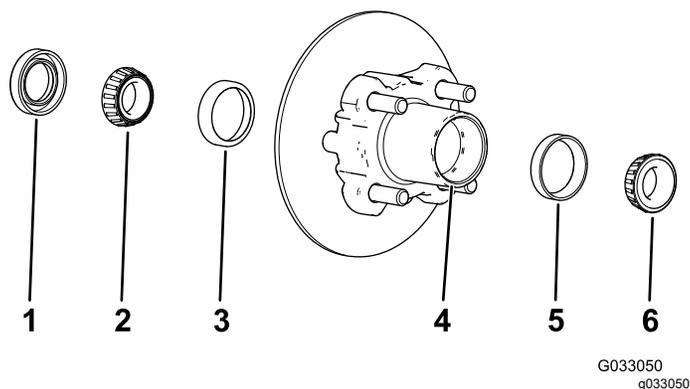

Рисунок 25
1. Снимите наружный подшипник и кольцо подшипника со ступицы (Рисунок 25).
2. Снимите уплотнение и внутренний подшипник со ступицы (Рисунок 25).
5. Очистите полость ступицы от всей консистентной смазки, грязи и мусора (Рисунок 25).
7. Заполните полость ступицы на 50–80% консистентной смазкой указанного типа (Рисунок 25).
8. Установите внутренний подшипник на кольцо с внутренней стороны ступицы и установите уплотнение (Рисунок 25).